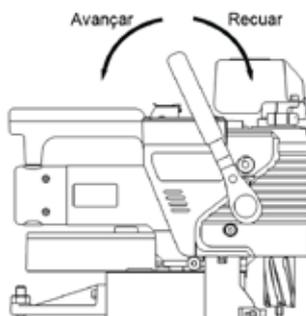

Fig. 11
(1) Levante a fresa girando a manivela em sentido anti-horário (Fig. 11)